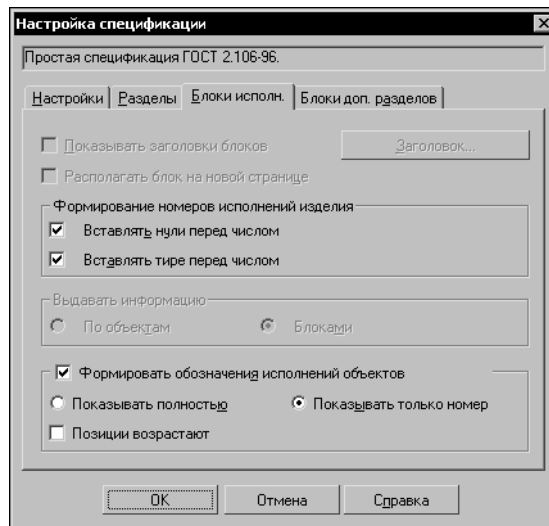

Рис. 6.2. Настройка создания исполнений объектов
2. Активизируйте вкладку **Блоки исполнений** появившегося диалога настройки спецификации (рис. 6.2).